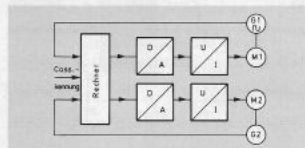

Bild 1 Prinzipskizze der Motorsteuerung
1.1 Grundsätzliche Arbeitsweise des Steuerprinzips für M1/M2 bei den Aufnahme- und Wiedergabefunktionen (Bild 1)